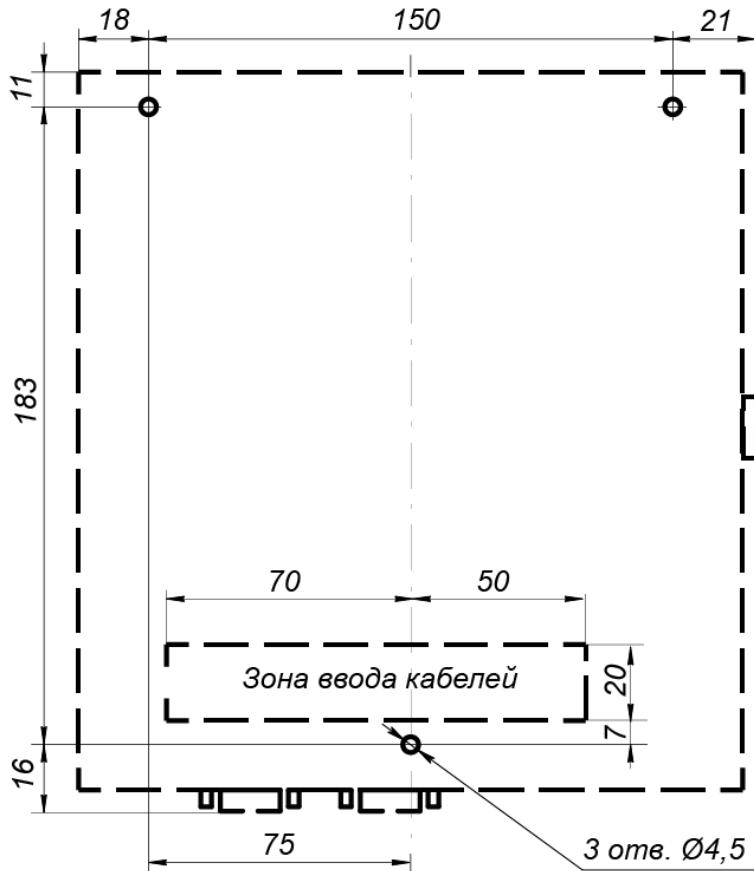

Рисунок 3. Разметка отверстий для монтажа контроллера
- Произведите разметку и разделку отверстий на установочной поверхности согласно рис. 3 для крепления корпуса контроллера и подводки кабелей. Осуществите прокладку кабелей связи, питания и *Ethernet* к месту установки контроллера.